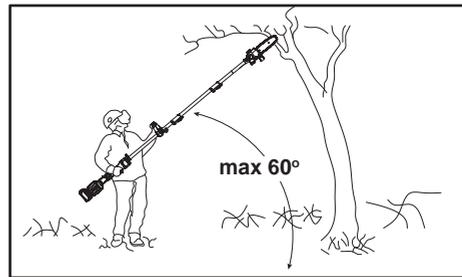

Fig. 46
5. Sujete siempre el producto en un ángulo de no más de 60° con respecto al nivel horizontal. De lo contrario, no es posible hacerlo funcionar de manera segura (Fig. 46).